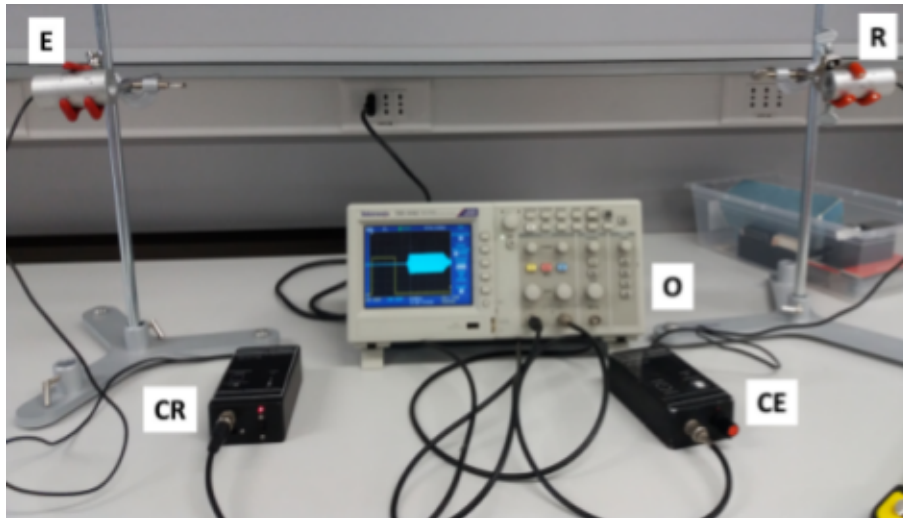

Figura 1: Montaje experimental. E: emisor de ultrasonidos, R: receptor de ultrasonidos, CR: controlador de emisor, CE: controlador de receptor, O: osciloscopio
Usando soportes, fije la posición del emisor y receptor, de modo que se encuentre alineados a lo largo de una recta. Conecte mediante cable coaxial el detector y el emisor a entradas del osciloscopio, como indica la figura 1.
1. Ubique el generador y detector de ultrasonido uno frente a otro, separados una distancia del orden de 1 m, como muestra la figura 1.